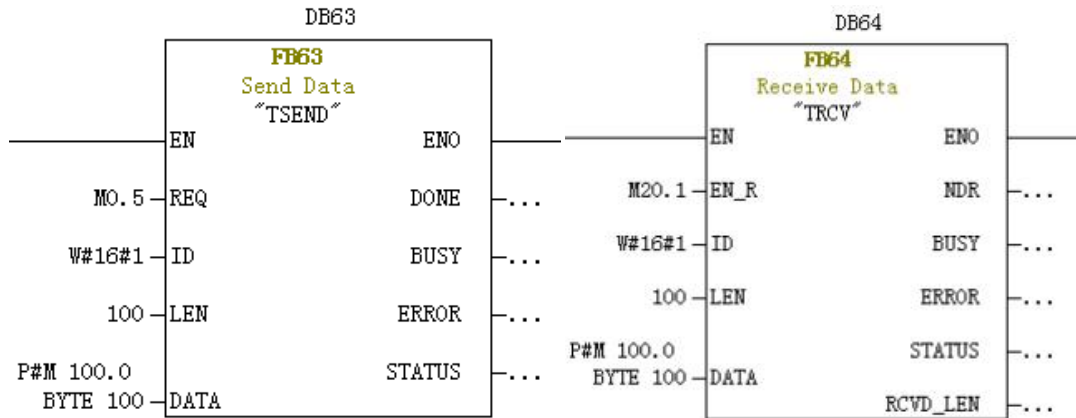

图 3-12 在 S7-300 中发送接收数据
3.12 连接关系建立后，调用“ TSEND” 块和“ TRCV” 块发送和接收数据。发送数据块“ TSEND” 在 REQ 上升沿时触发，接收块“ TRCV” 在 EN_R 为 1 期间激活，每一管脚的含义可参考在线帮助。如图 3-12 所示。